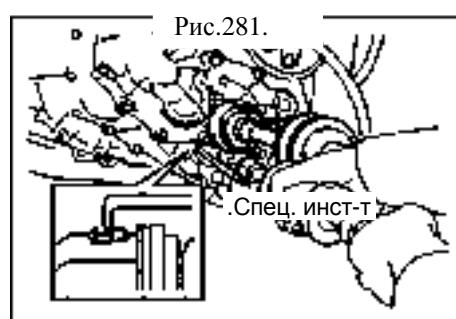

Рис.281.
- (б) Используйте специальный инструмент для снимания переднего приводного вала (рис.281).